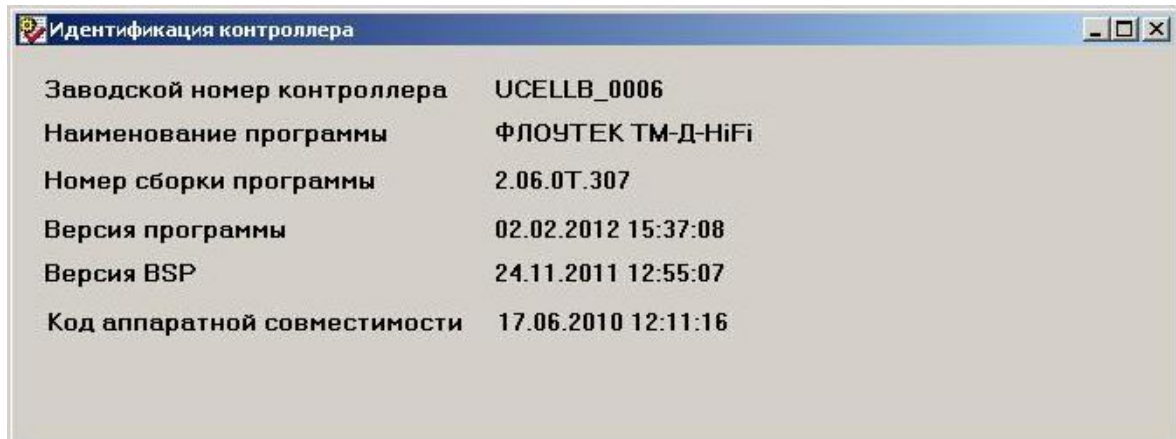

Рисунок 3.1
- параметры идентификации контроллера (Рисунок 3.1) - включает информацию о контроллере и программе одоризации.